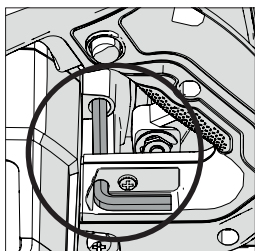

Рис. 1
- Найдите торцевой ключ для смены дисков, который находится во встроенной нише (расположение на всех устройствах аналогичное). (Рис. 1)